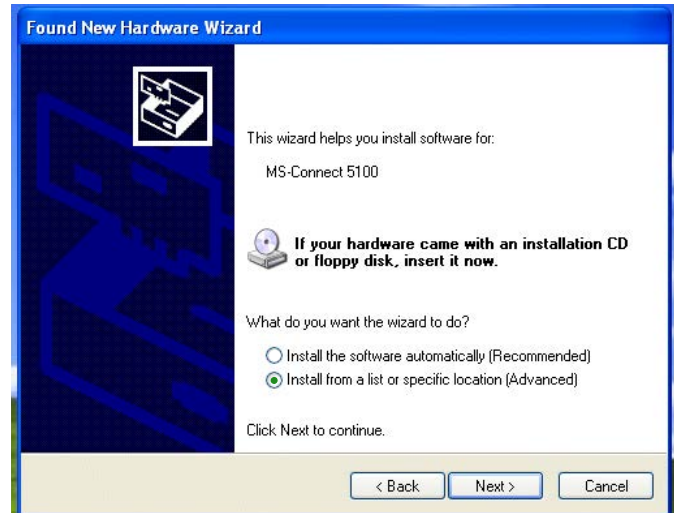

FIG. 15: Ladda programvara från en särskild plats
3. FIG. 15 visas. Sätt in CD:n i din PC:s CDROM-disk. Välj "Install the software from a list or specific location", klicka sedan på Next. Platsen för programmet är C:\Program Files\Graco\GracoConfig\Device.